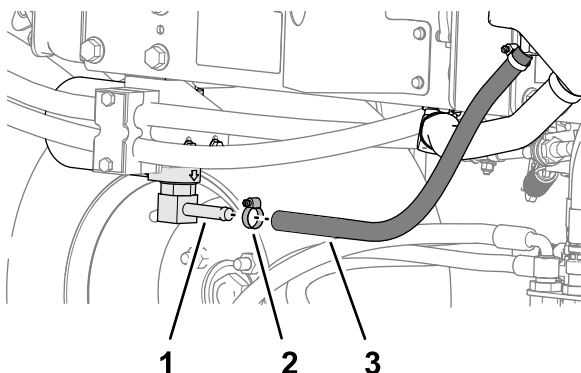
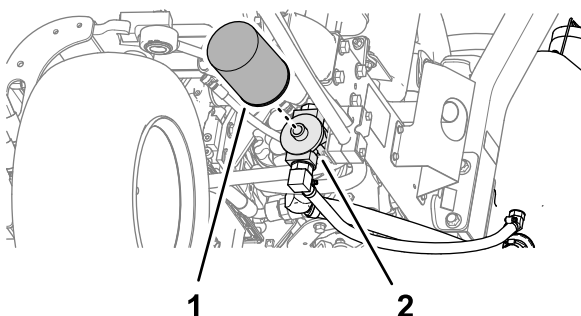

Figura 83
Figura 84
2. Desconecte la manguera hidráulica (Figura 83) o retire el filtro hidráulico (Figura 84) y deje fluir el fluido hidráulico en un recipiente apropiado.